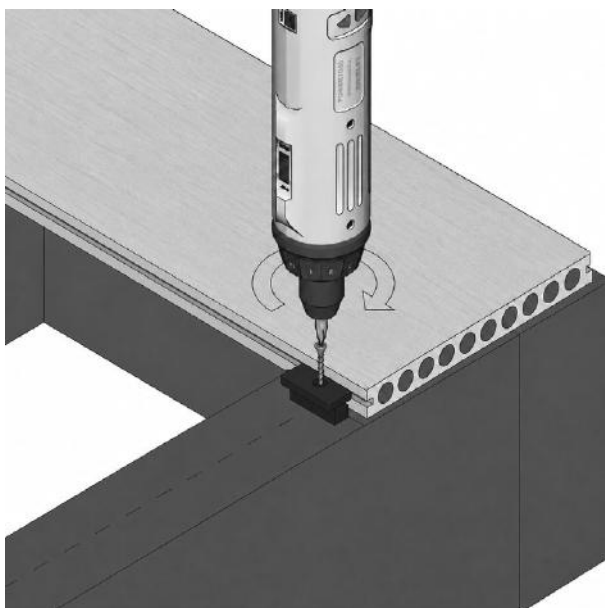

FIG. 4 - VIS DE FIXATION VISSÉE DANS LE CLIP INVISIBLE
- 03 Pour les clips invisibles de 6 mm, vissez légèrement en place ; ne serrez pas à ce stade (fig. 4). Pour les clips invisibles de 3 mm, serrez complètement la vis à ce stade.